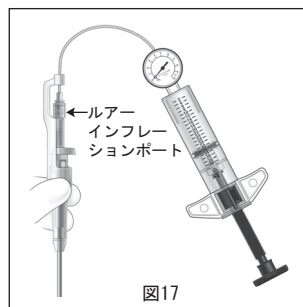

図17
- インフレーションデバイスをバルーンカテーテルのルアーインフレーションポートに取り付けます (図17)。